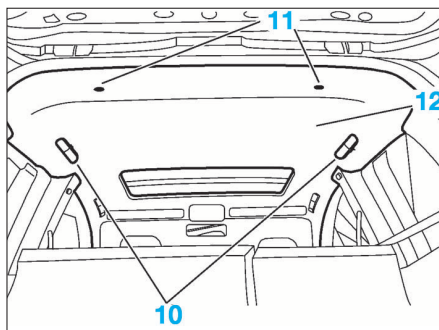

FIG. 47
- Déposer (Fig.47) :
- les 2 poignées de maintien (10)
- les 2 fixations (11)
- Écarter la garniture de pavillon (12).